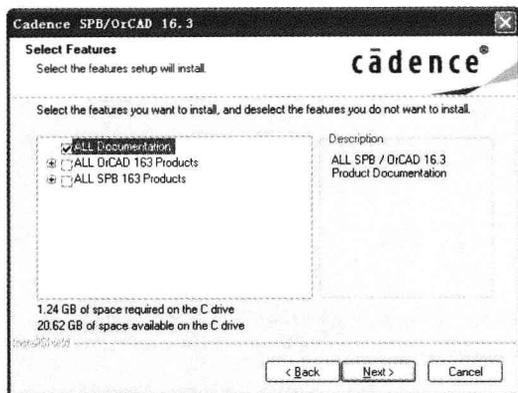

图 1.2.10 “Select Features”窗口
(5) 单击“Change...”按钮后, Allegro SPB 16.3 安装路径默认为“C:\Cadence\SPB\_16.3”, 请根据需要自行修改后, 单击“Next”按钮。
(6) 当出现“Select Features”窗口后,在该窗口中勾选“ALL Documentation”,对特性选项进行设置,如图 1.2.10 所示。